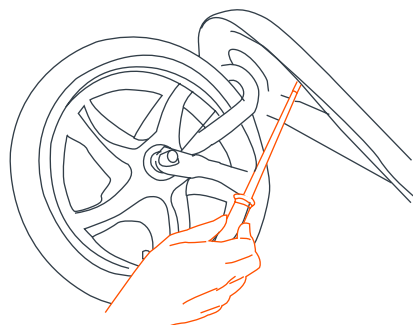

Fig. 5d
- Introduzca los 5 tornillos por debajo del armazón delantero en los tubos plásticos del guardabarros delantero. Ajuste bien los tornillos sin forzarlos (Fig. 5d).